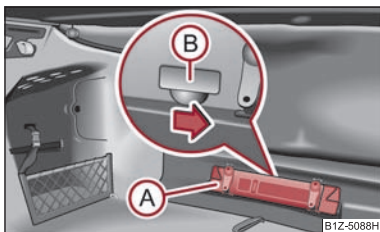

Fig. 29 Descuiera de urgență a capotei portbagajului
- Scoateți triunghiul reflectorizant (A) ⇒ fig. 29.
- Apăsați maneta de deblocare în sensul indicat de săgeată, pentru a descuia capota portbagajului. Maneta se găsește sub capacul (B).